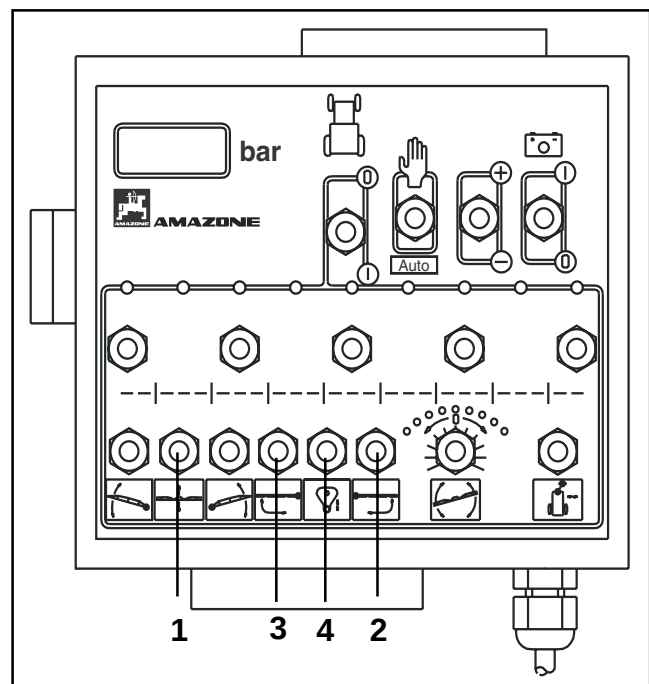

Fig. 8.13-16
- Hertil skal tasten (fig. 8.13-16/ 2) holdes i position "udklapning", indtil de enkelte bomsektioner er foldet helt fra hinanden. Hydraulikcylindrene låses og sprøjtebommen er i arbejdsstilling.
- Hertil skal tasten (fig. 8.13-16/ 3) holdes i position "udklapning", indtil de enkelte bomsektioner er foldet helt fra hinanden. Hydraulikcylindrene låses og sprøjtebommen er i arbejdsstilling.
- Indstilling af bommens sprøjtehøjde foretages over tasten (fig. 8.13-16/1) til den hydrauliske højdeindstilling.